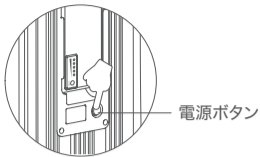

図 6
2. 電源ボタンを押して電源をオン(ボタン点灯)にし(図 6 を参照)、スーツケース本体に座ります。両足をステップに置き、周囲の安全を確認し、前方を見て、発進の準備をします。